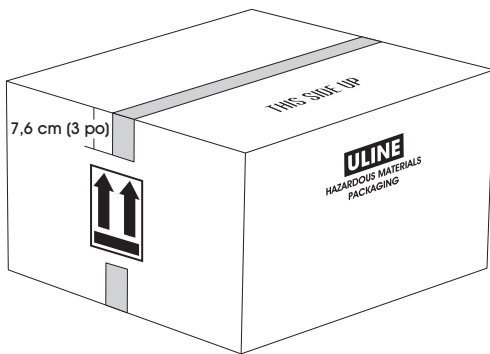

Figure 6
9. Scellez le dessus de la boîte le long de la jointure centrale à l'aide d'une bande de ruban adhésif en polypropylène (2 mil) de 5 cm (2 po) de largeur (n° de modèle Uline S-472). Le ruban adhésif doit dépasser de 7,6 cm (3 po) à chaque extrémité de la boîte. (Voir Figure 6)